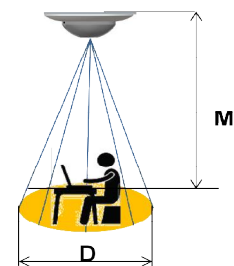

Bild 8 / figure 8
Die Tabelle 1 gibt für eine Arbeitstischhöhe von 0,8m den Durchmesser (D) des Messbereichs in Meter in Abhängigkeit von der Montagehöhe (M) an. (Bild 8)
- Abmessungen (siehe Bild 8)
Table 1 shows in working desk height (0.8m) the maximum reachable diameter (D) in meter of the measuring area for different installation heights (M). (figure 8)
- Dimensions (see figure 8)